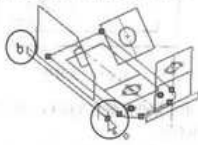
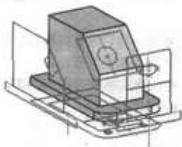

图 2-56 选取线段与点
图 2-57 拉伸特征
(13) 再次按住<Ctrl>键选取如图 2-56 所示的线段和点，单击 2D 到 3D 工具栏中的  (拉伸) 工具，单击  (深度) 按钮后，移动鼠标指针到图形区域单击如图 2-57 所示的垂直线 b 表示拉伸的高度，单击  (确定) 按钮，完成拉伸特征的绘制，如图 2-57 所示。